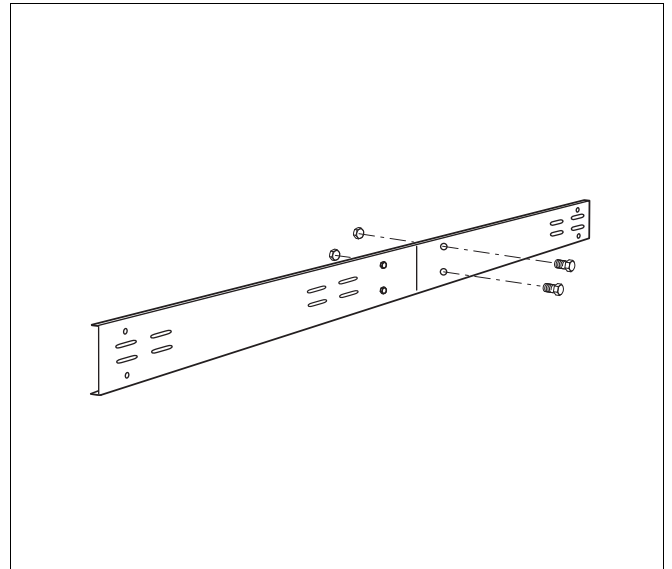

Рис.19 Боковая траверса
- ▶ Боковые траверсы состоят из двух частей, которые нужно соединить заранее. Соедините обе части траверсы 2 винтами и 2 гайками (рис. 19).